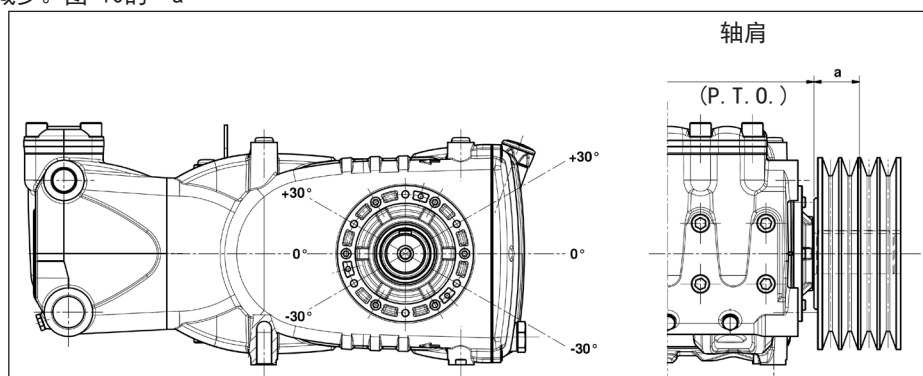

图 10
泵轴上的径向载荷不能超过7500 N（布局定义所必须的数值）。只有该载荷作用在距离轴肩（P. T. O.）的一段最大长度 $a=40 \text{ mm}$ 时，传动才被视为适当，见图10。
- b) 使用高效能皮带 - 例如XPB而不是SPB - 同样的功率传递, 使用的皮带数量会相对少, 继而相对轴肩 (P. T. O.) 的距离也会减少。图 10 的 “a”